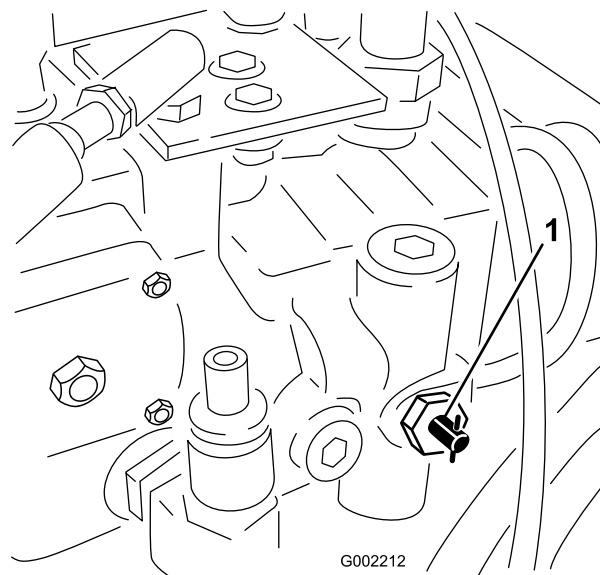

図 27
1. 牽引用バルブ 図 27 を左または右に 90 度回転させて開きます。